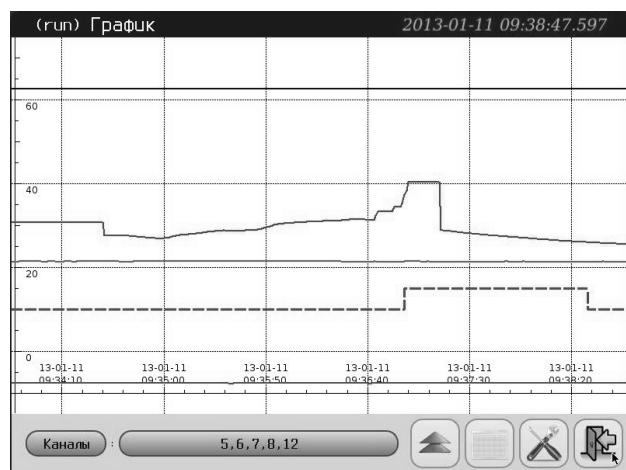

Рисунок 11 - Отображение данных в виде графиков
1) Для подключения термопар используется компенсационная коробка КСК-1, см. рис. 3, а также рис. 11 на с.52